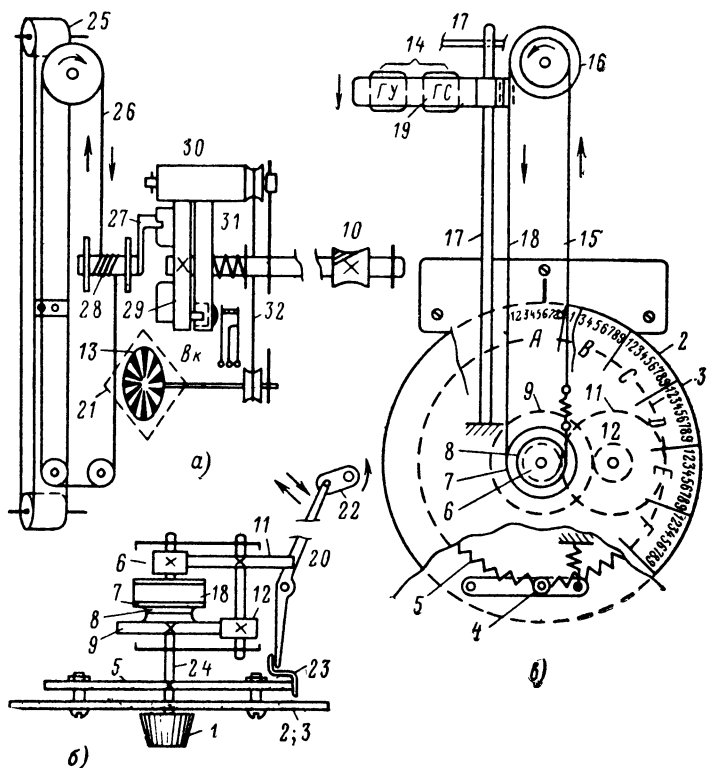

Рис. 43. Вспомогательные механизмы магнитолы.
**Вспомогательные механизмы** показаны на рис. 43 а, б и в. Ручка 1 переключателя дорожек жестко закреплена на оси 24. На той же оси закреплено зубчатое колесо 5 фиксатора, к которому прикреплены болтами круглая прозрачная шкала 2, 3. Шкала 2 имеет 14 секторов, обозначенных буквами латинского алфавита от А до О, кроме того, каждый сектор дополнительно разделен на 9 частей. Следовательно, вся шкала имеет 126 отметок, соответствующих 126 дорожкам записи на ленте. Шкала имеет дополнительный свободный сектор той же ширины между начальной буквой А и конечной О. В соответствии с этим зубчатое колесо 5 фиксатора имеет 135 зубьев (126+9).
Верньерный механизм (рис. 43, б, в) состоит из двух пар шестерен 9, 12 и 6, 11, имеющих каждая передаточное число 1 : 3. Последняя шестерня верньера 9 жестко скреплена с барабаном 7 и шкивом 8, и они как одно целое свободно вращаются на оси 24 переключателя дорожек. На барабан 7 намотана тонкая стальная лента 18, прикрепленная к каретке 19 магнитных головок 14 (рис. 43, в). Для устранения люфта в механизме переключения дорожек применен тонкий стальной натяжной тросик 15 со спиральной пружиной. При переключении дорожек вручную ручкой 1 барабан 7 поворачивается вправо или влево, а стальная лента 18 соответственно перемещает вверх или вниз каретку 19 с магнитными головками на соседнюю дорожку.
Автоматическое переключение дорожек (рис. 43, б). При первом обороте правого барабана в начале обратной перемотки ленты эксцентрик 22 захватывается внутренним бортом барабана и поворачивается против часовой стрелки. Под действием короткого рычага 20 скоба 23 входит в зацепление с зубчатым колесом 5 и поворачивает его на один зуб.
Механический автостоп. Помимо фотоэлектрического автостопа, в магнитоле имеется дублирующее механическое устройство остановки механизма в конце воспроизведения или записи дорожки (рис. 43, а). Автостоп состоит из трех шестерен 29, 30 и 31 и контактной пары Вк выключателя ведущего электродвигателя.